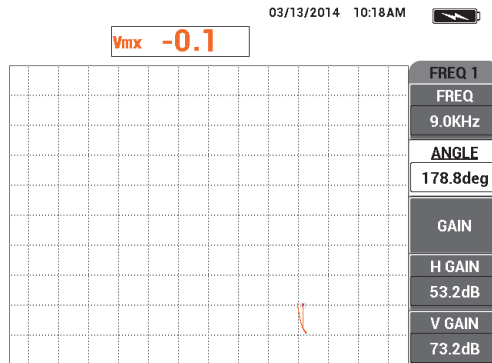

図 5-129 位相値の調整
29. 名刺の上にプローブをしっかりと置いた状態で、ミックス信号（オレンジ色）がゼロポイントと同じ高さに達するまで**位相**（B キー）を調整します（220 ページの図 5-129 を参照）。